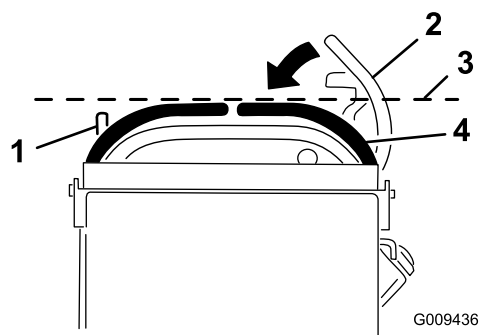

Рисунок 75
3. Нажмите вниз рычаги управления движением, чтобы вывести их из НЕЙТРАЛЬНОГО ФИКСИРОВАННОГО положения (Рисунок 75).
4. Проверьте, выровнен ли правый рычаг управления движением по горизонтали относительно левого рычага управления движением (Рисунок 75).